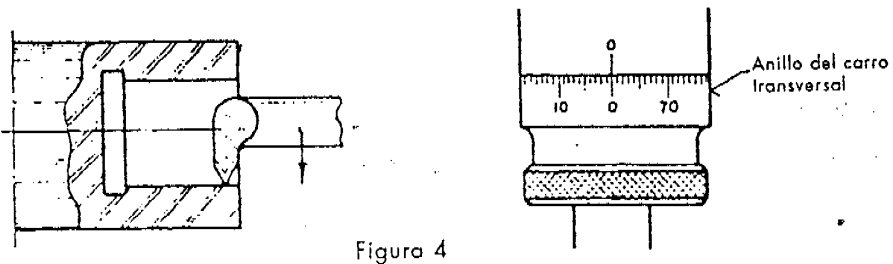

Figura 4
- b. Tome la referencia inicial con el anillo graduado en el carro transversal ( Figura 4 ), una vez que la herramienta roza el material.